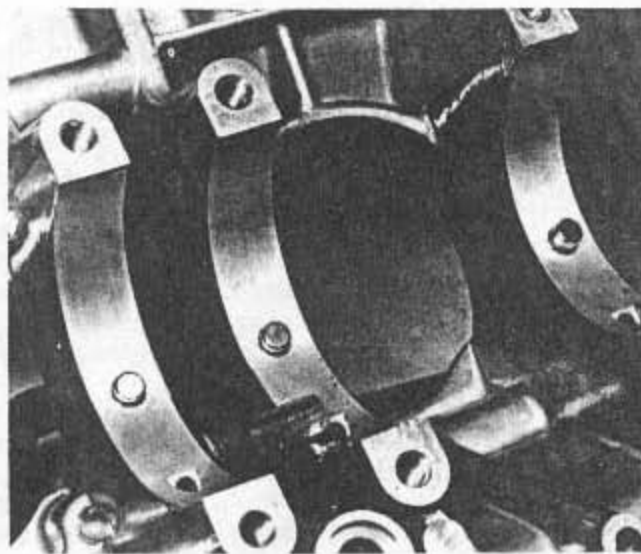
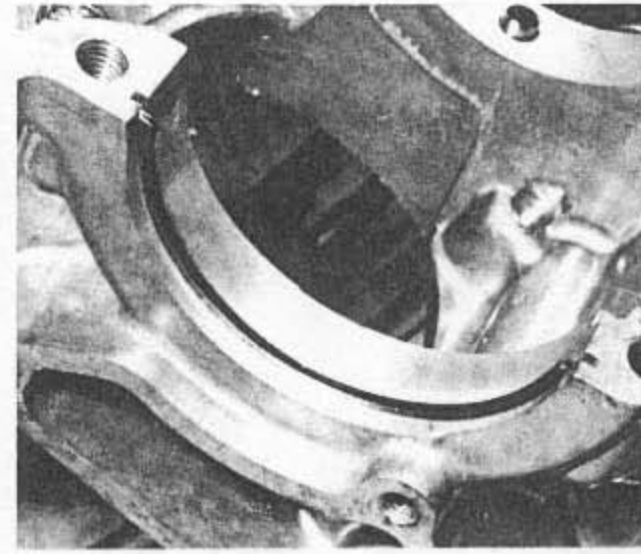

Bild 84
Bild 85
- Die Passstifte von dreien der vier Hauptlager werden in die im Gehäuse vorhandenen Bohrungen eingesetzt (Bild 84). Das rechtsseitige Hauptlager wird durch einen Lagerhalbring geführt, ähnlich wie die Kugellager des Getriebes (Bild 85). Zusätzlich ist ein Passstift vorhanden, welcher in eine Gehäuseaussparung in unmittelbarer Nähe des Lagergehäuses eingelegt werden muss.